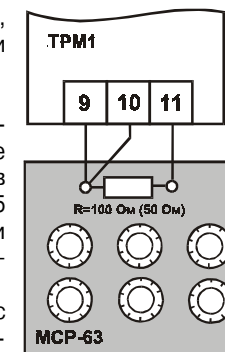

Рис. 1
2.1. Подключить ко входу прибора вместо датчика магазин сопротивлений типа МСР-63 или подобный ему с классом точности не хуже 0,05 по трехпроводной линии (рис. 1). Сопротивления проводов в линии должны быть равны друг другу и не превышать величины 15 Ом. Установить на магазине сопротивлений значение 50,00 Ом при использовании датчиков ТСМ50 или ТСП50 или значение 100,00 Ом – при использовании датчиков ТСМ100 или ТСП100.